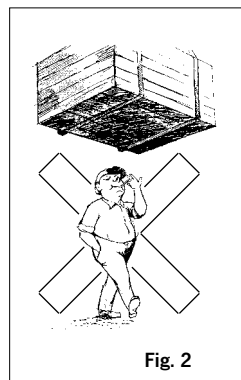

Fig. 2
- Der Aufenthalt unter einer angehobenen Last ist verboten (Fig. 2).